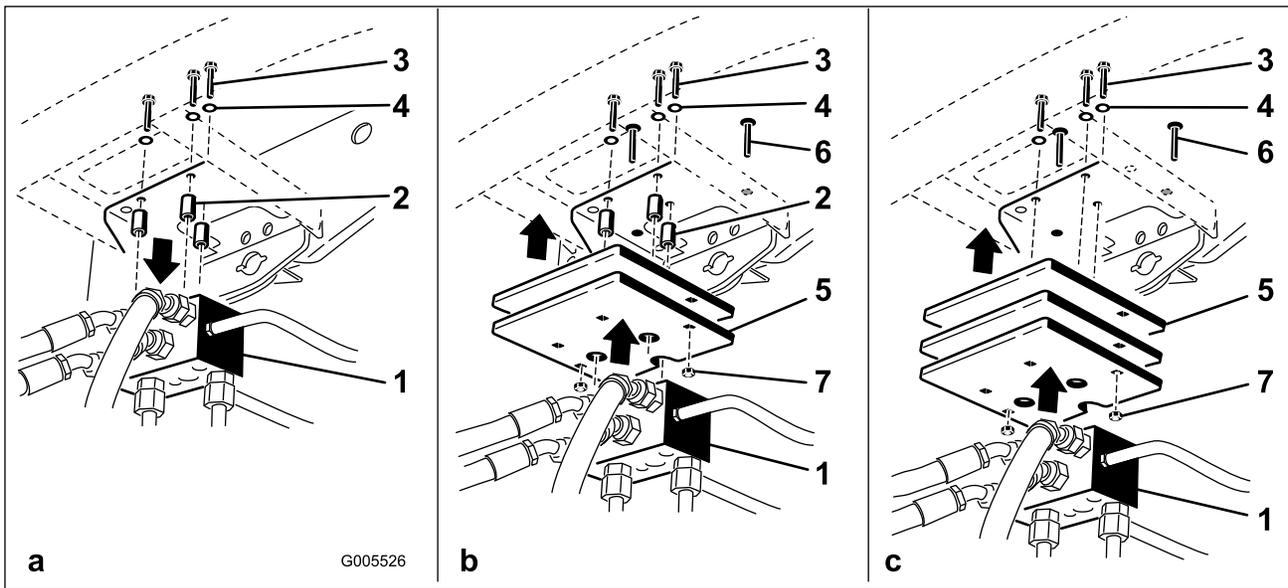

Рисунок 33
Установите необходимое количество грузов (см. таблицу грузов) в верхней или нижней части заднего бампера, как показано на Рисунок 33.
- Отверните три болта и снимите шайбы с проставками, которые крепят коллектор тяги к нижней части заднего бампера (Рисунок 33а).
- Установите груз(ы) и коллектор тяги на бампер с помощью ранее снятых трех болтов, шайб и проставок (Рисунок 33б).
Примечание: Не используйте проставки при установке более двух грузов **под** бампером (Рисунок 33в).
- Прикрепите наружные края груза(ов) к бамперу с помощью двух каретных болтов и гаек (Рисунок 33в).